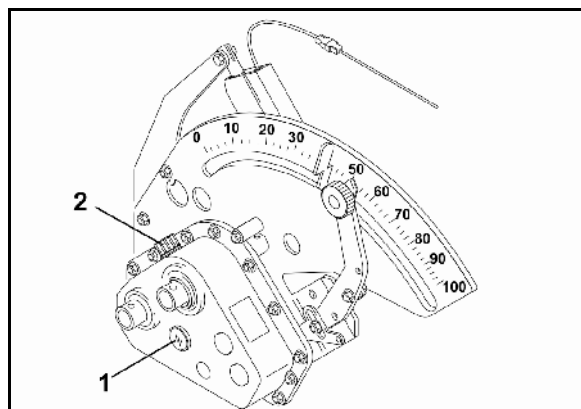

Fig. 42
2. Oljespeilet skal være synlig i kikkehullet (Fig. 42/1).
6. Fyll girolje på variogiret gjennom oljepåfyllingsstussen (Fig. 42/2) til kikkehullet (Fig. 42/1).
7. Etter påfylling må du lukke oljepåfyllingsstussen med hetten (Fig. 42/2).